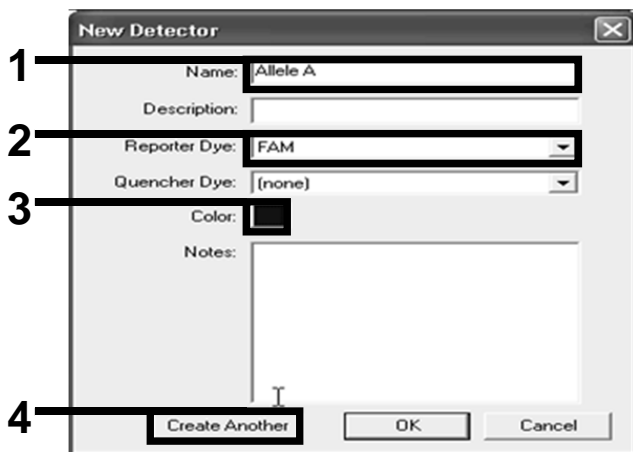

Figure 15. Création de détecteurs
16. Dans la boîte de dialogue « New Detector » (Nouveau détecteur), saisir *Allele A* dans le champ « Name » (Nom) (figure 15). Laisser « Reporter Dye » (Marqueur de fluorescence) sur « FAM ». Cliquer sur le bouton « Color » (Couleur), sélectionner une couleur, puis cliquer sur « OK » (figure 15). Cliquer sur « Create Another » (Créer autre, figure 15).